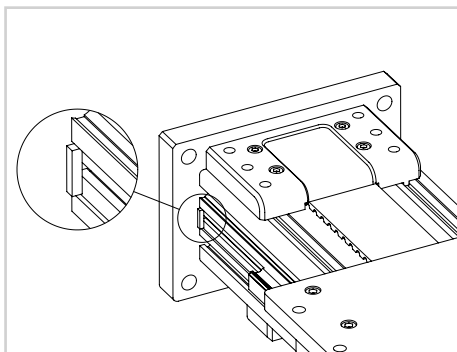

図 17
- 10) 新しいベルトを下部ベルトクランプに取り付けます。ベルトクランププレートを再度組み立てます。下部プレートを再度組み立てる際は、参照手順に注意してください (図 17 を参照)。